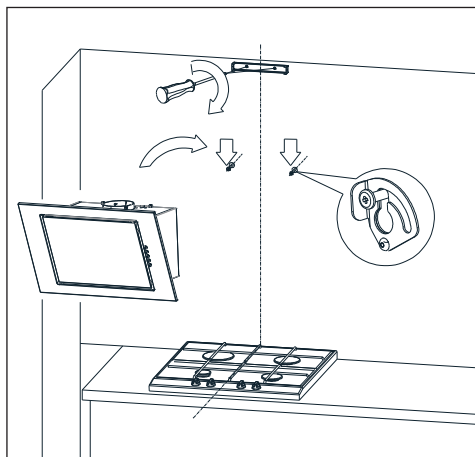

Fig. 6 Suspendarea hotei
3. Înșurubați elementul de fixare al corpului hornului, suspendați hota cu ajutorul șuruburilor neștrânse (Fig. 6).